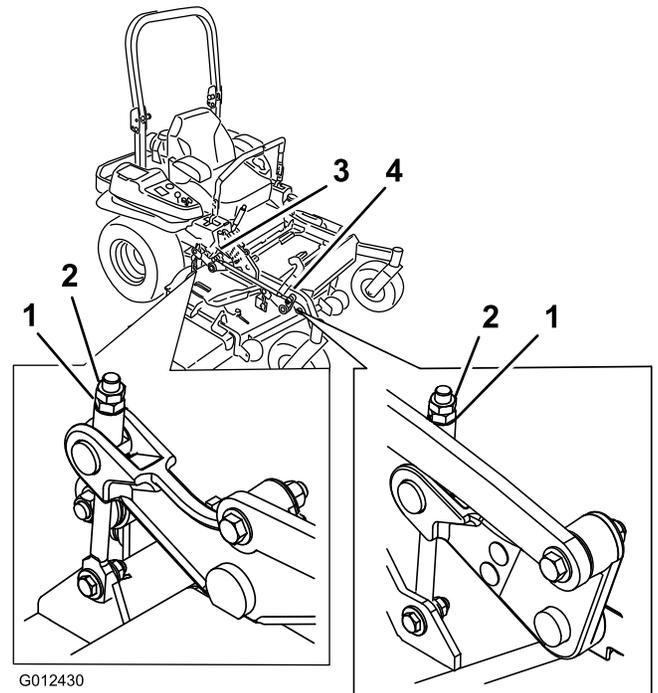

**Figura 88**
**Nota:** La misura deve essere di 7,6 cm; fate riferimento a Figura 88.
15. Su ambo i lati del piatto di taglio, misurate dalla superficie piana all'estremità posteriore della lama (posizione B). La misura deve essere di 8,3 cm; fate riferimento a Figura 88.